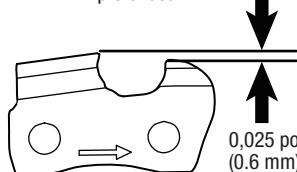

fig. 32
(fig. 31 – fig. 32)
- Vérifiez le jeu de limiteur de profondeur chaque fois que la chaîne est limée. Utilisez une lime plate et une dégauchisseuse pour limiteur de profondeur (toutes deux disponibles séparément) pour abaisser uniformément tous les limiteurs (fig. 32). Les dégauchisseuses pour limiteur de profondeur sont disponibles en 0,020–0,035 po (0,5–0,9 mm). Utilisez une dégauchisseuse à limiteur de profondeur de 0,025 po (0,6 mm).